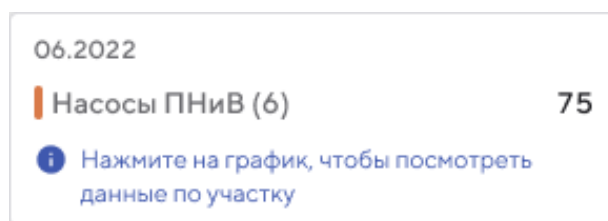

Рисунок 199 – Дополнительное окно с детальной информацией по выбранной диаграмме
5. Подведите указатель к столбцу диаграммы вида оборудования. Откроется дополнительное окно (Рисунок 199).
В дополнительном окне (см. Рисунок 199) отображается следующая информация: